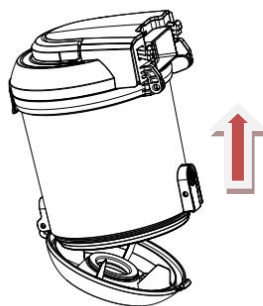

Fig.9
4. Come in Fig.9, chiudere il contenitore polvere per un uso circolare dopo la pulizia.